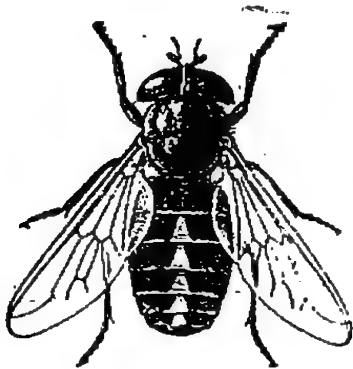

Fig. 494. — Taon.
**5. Les ennemis des animaux et de l'homme :** *taon*, *cousin*, *mouche*. — Le *taon* (fig. 494) est une grosse mouche qui pique les bœufs et les chevaux pour sucer leur sang.